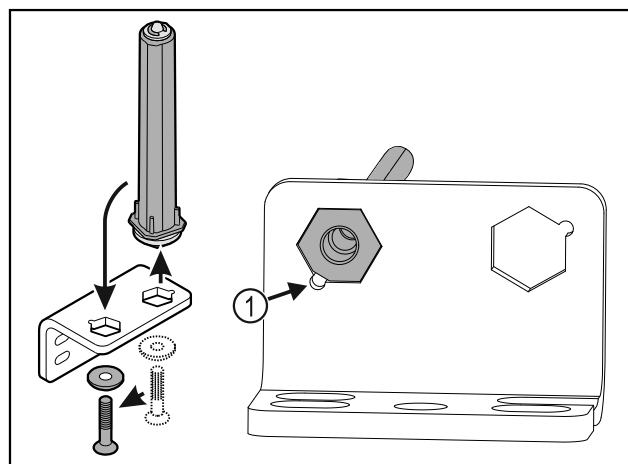

Fig. 40
- ▶ Darauf achten, dass beim Einsetzen die Bolzenabschrägung Fig. 40 (1) zum runden Loch zeigt.